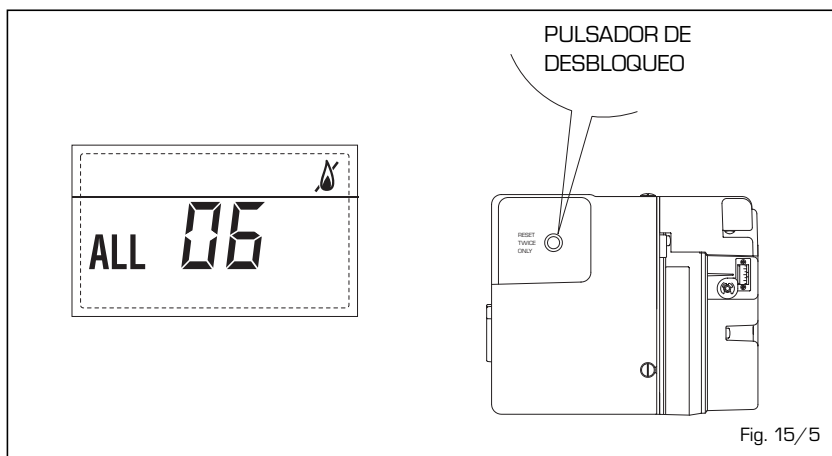

Fig. 15/5
– **ANOMALÍA TERMOSTATO SEGURIDAD (fig. 15/6)**